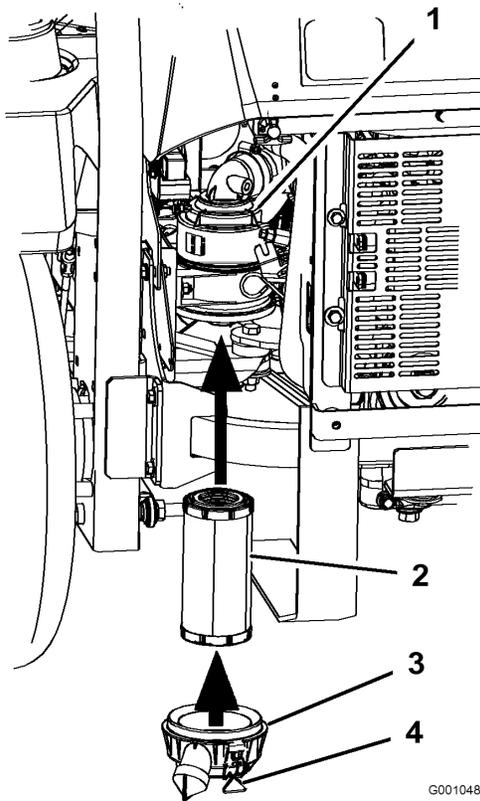

Bild 28
2. Schieben Sie den Filter vorsichtig in das Gehäuse (Bild 28). Stellen Sie sicher, dass dieser einwandfrei einliegt, indem Sie beim Einbauen auf den äußeren Rand des Filters drücken.
3. Bringen Sie die Luftfilterabdeckung an und schließen Sie die Riegel (Bild 28).